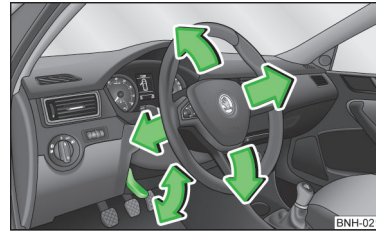

Abb. 88
- Den Hebel unter dem Lenkrad nach unten schwenken » Abb. 88.